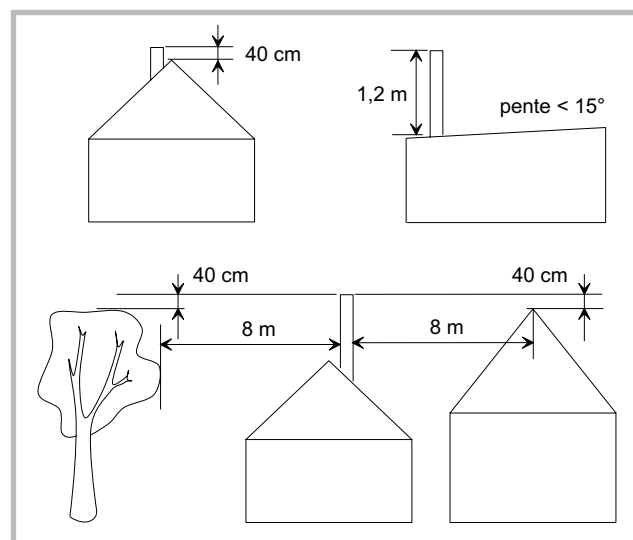

Figure 3 - Hauteur de la souche du conduit de fumée
- Il doit avoir 4 à 5 mètres de hauteur et doit déboucher à 40 cm du faîte de la maison ou de toute construction à moins de 8 m (fig. 3, p. 5).
- Dans le cas de terrasse ou de toit dont la pente est inférieure à 15°, la souche doit au moins être égale à 1,20 m (fig. 3, p. 5).